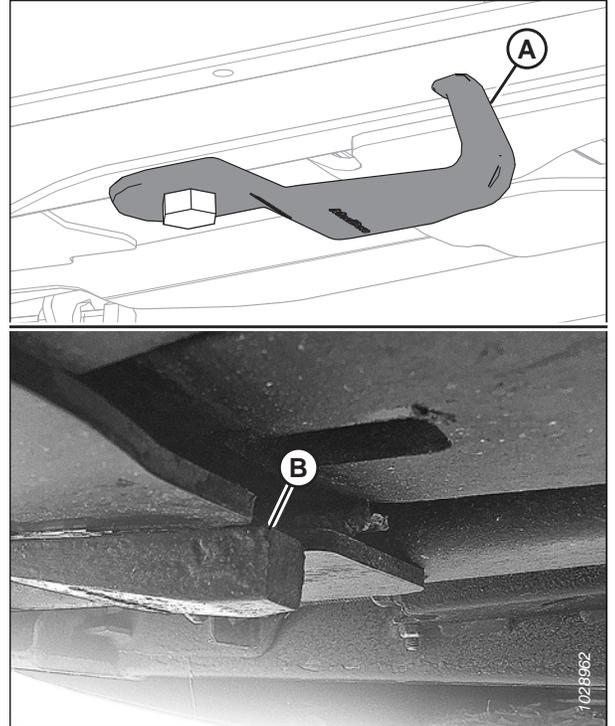

Figure 4.230: Crochets du support de bielle
La figure 4.230, page 387 montre un crochet du support de bielle non endommagé (A) et un autre endommagé (B). Un crochet de support de bielle étiré n'est pas illustré.